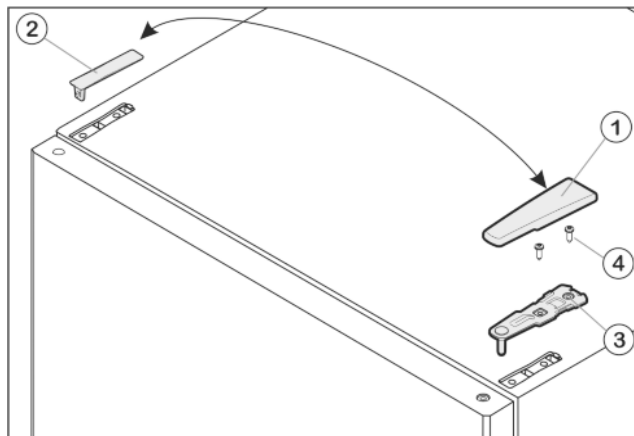

Fig. 6
- ▶ Потяните крышку Fig. 6 (1) вперед и вверх.
- ▶ Снимите крышку Fig. 6 (2).
- ▶ Открутите верхний опорный кронштейн Fig. 6 (3)(2 шт. Torx® 25) Fig. 6 (4) и вытяните вверх.
- Установите верхний опорный кронштейн Fig. 6 (3) на новой стороне шарнира и защелкните в дверце.
- Привинтите верхний опорный кронштейн (**с моментом 4 Нм**) (2 шт. Torx® 25) Fig. 6 (4). При необходимости проделайте отверстия или используйте аккумуляторную отвертку.
- Наденьте и защелкните крышку Fig. 6 (1) и крышку Fig. 6 (2) на противоположной стороне снаружи.